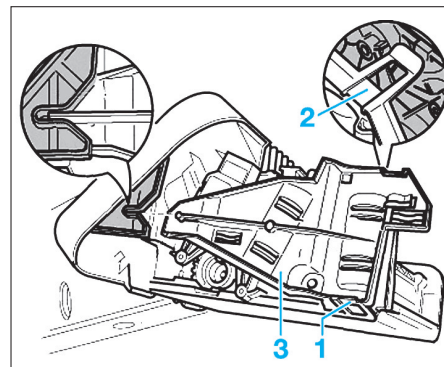

Fig. 36
- Détacher les crans (1) et (2) du support (3) et le déposer (Fig.36).